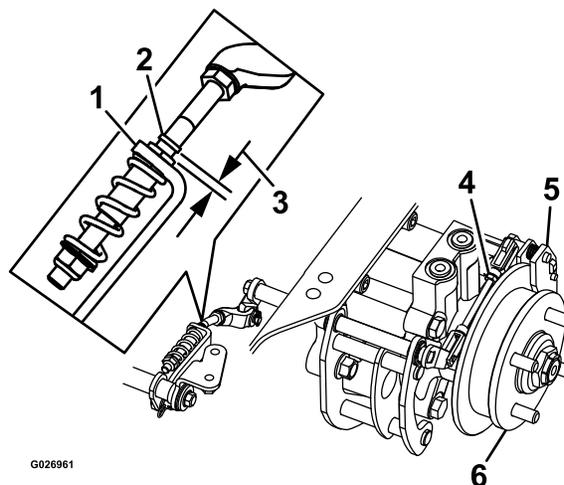

Figura 80
8. Controllate la presenza di uno spazio visibile tra la staffa a L e il fermo del tirante (Figura 80).